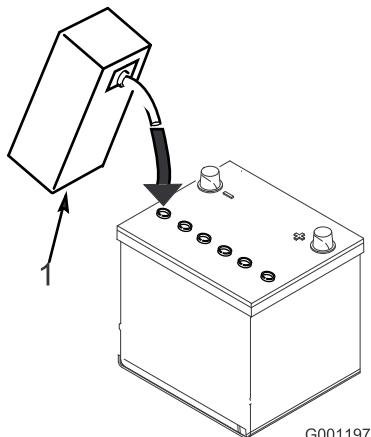

Figure 4
3. Versez de l'électrolyte avec précaution dans chaque élément jusqu'à ce les plaques soient recouvertes par environ 6 mm de liquide (Figure 4).
4. Attendez environ 20 à 30 minutes pour que les plaques aient le temps de s'imprégnier d'électrolyte. Faites l'appoint au besoin pour que le niveau de liquide monte à 6 mm en dessous du creux de remplissage (Figure 4).